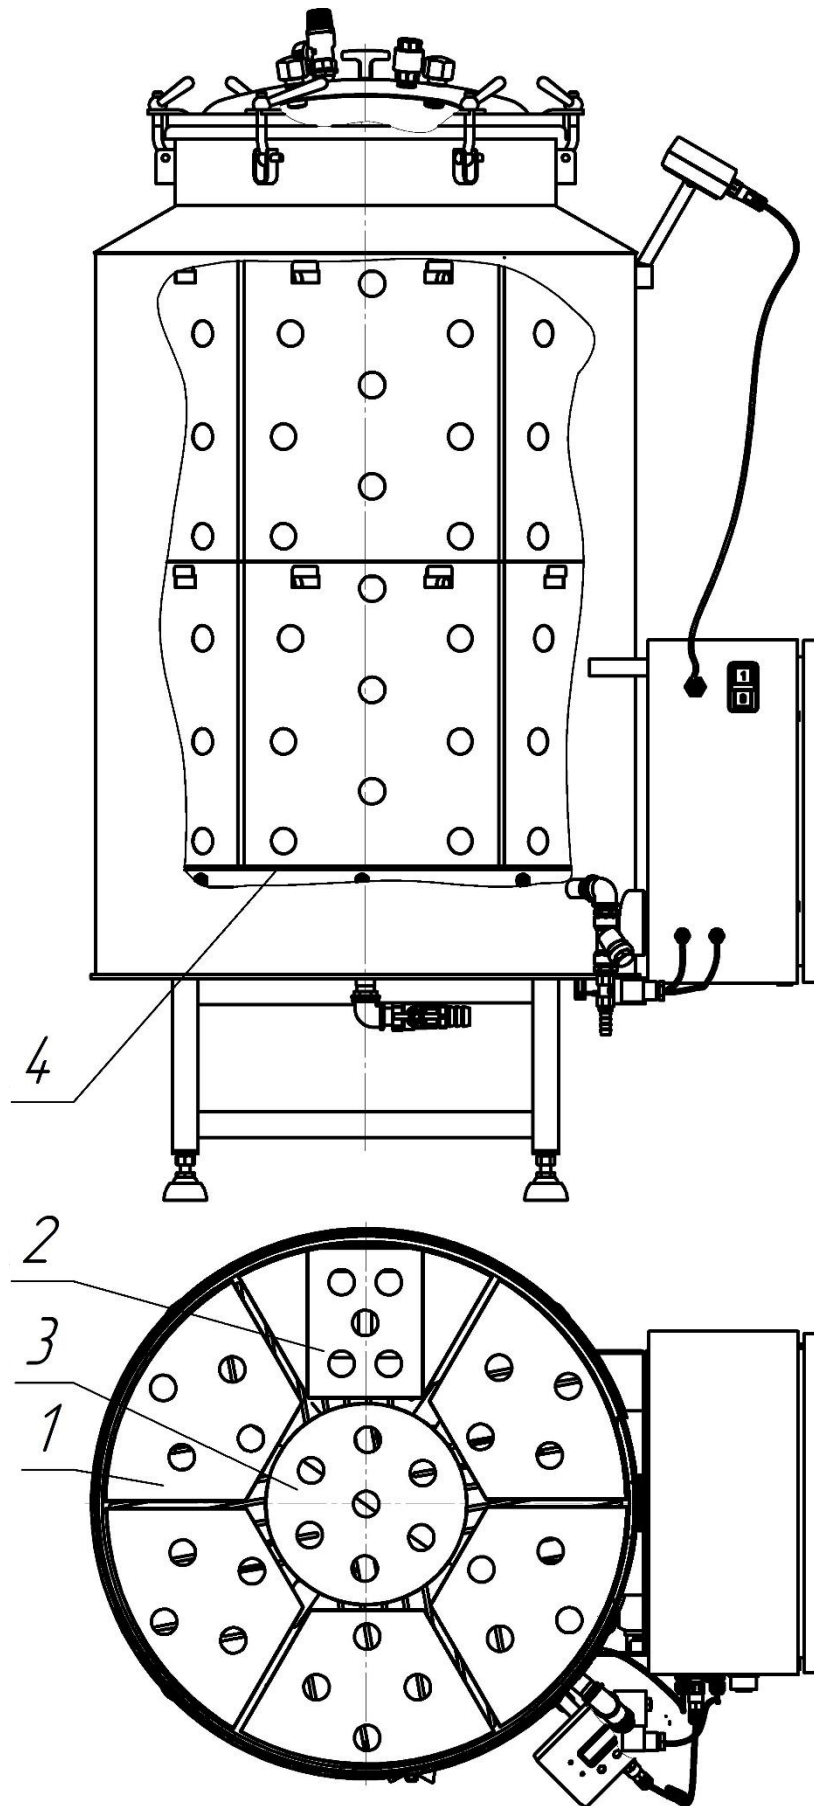

Рис. 2. Автоклав в сборе с корзинами
1.1.3.1 Схема установки корзин (приобретаются по особому заказу) в автоклаве показана на рис.2.
Поместить банки на фальшдно поз. 4(рис. 2)